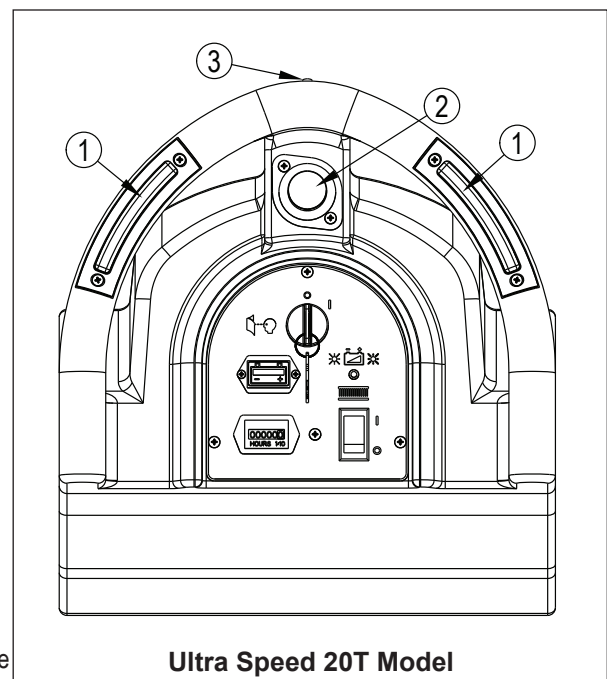

Figura 2
6. Gire el selector de velocidades hasta la posición máxima (modelo 20T sólo). Véase figura 2 (2).
7. Ultra Speed 20T (ver figura 2) - Mientras acciona el interruptor de marcha atrás (3), accione al mismo tiempo la almohadilla / interruptor de desplazamiento (1) de la izquierda o la derecha.